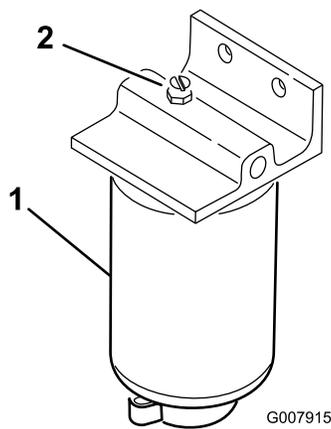

Figura 37
3. Aprite il tappo di sfiato sul filtro carburante/separatore di condensa (Figura 37).